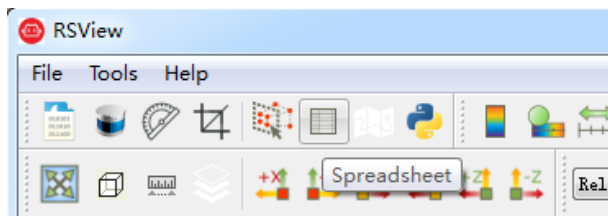

图 A-16 RSVIEW 表格工具
5. 为了得到更为具体的分析，选择一帧您感兴趣的数据并且点击 Spreadsheet 按钮(图 A-16)。一个侧边栏数据表将会显示在软件中右边，在表中包含了这一帧所有的数据。